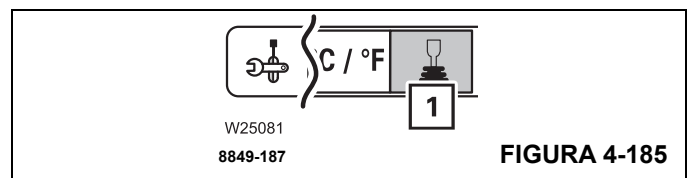

FIGURA 4-185
Puede limitar la velocidad máxima de giro (1), (Figura 4-185). Consulte la sección *Limitación de las velocidades de la unidad motriz*, página 4-101.
Abra el menú de ajustes (1), (Figura 4-185).